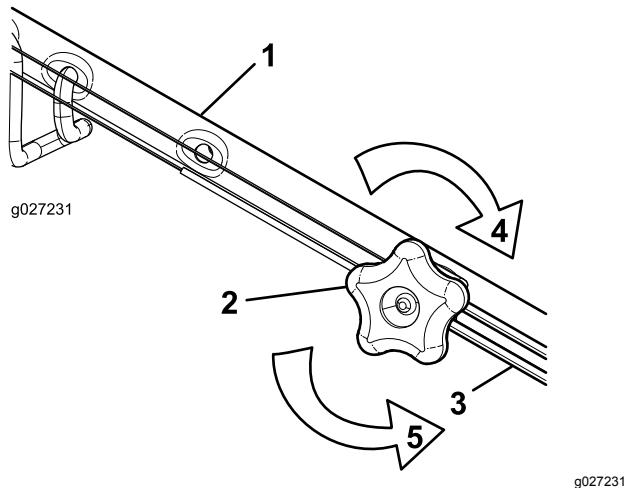

Figura 41
1. Rode o manípulo de ajuste para a esquerda para folgar o ajuste do cabo (Figura 41).
2. Ajuste a tensão do cabo (Figura 41) puxando-o para trás ou empurrando-o para a frente e mantendo a posição.